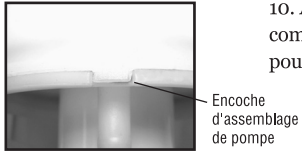

Figure 6
10. Assemblez dans l'ordre inverse de l'étape 6 à l'étape 2. Remarque: il y a une combinaison languette/encoche dans l'assemblage de pompe/cuve à utiliser pour l'alignement (fig. 6).